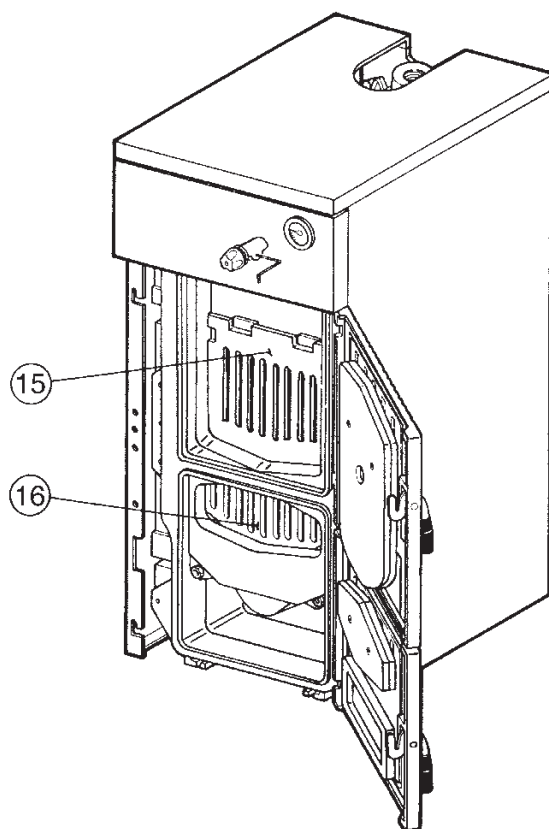

Рис. 3
- 6.01** Установить термостатический регулятор тяги (h) на специальном соединении 3/4", расположенном в центре передней части котла (см. рис. 3).